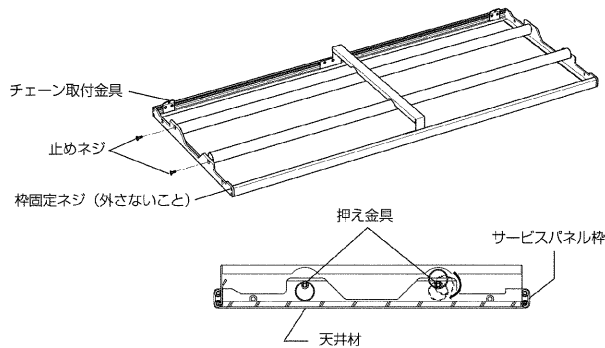

図16
- 1b 押さえ金具を回転し、天井材を押込みネジを締付け固定します。(図16参照)